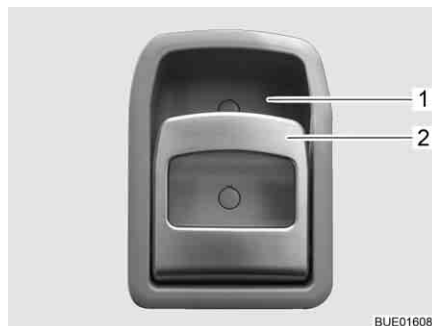

Fig. 68 Cerradura de la puerta de entrada, en el interior
- Tirar del tirador (Fig. 68,2). Se desbloqueará o bien abrirá la cerradura de la puerta.
- Presionar la parte superior del tirador (Fig. 68,2) hacia el alojamiento del tirador (Fig. 68,1). Se bloqueará la cerradura de la puerta.